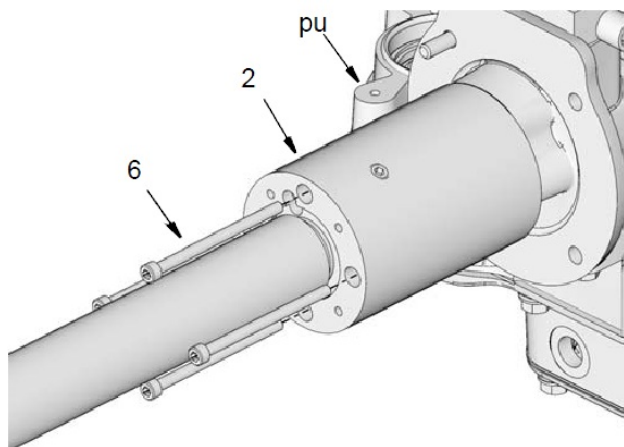

Рис. 40
24. Закрепите адаптер насоса (2) на верхней части насоса винтом (6). Надежно зафиксируйте винт гаечным торцевым ключом (рис. 40). Затяните до достижения момента 7-9 фунт-футов (9-12 Н.м).